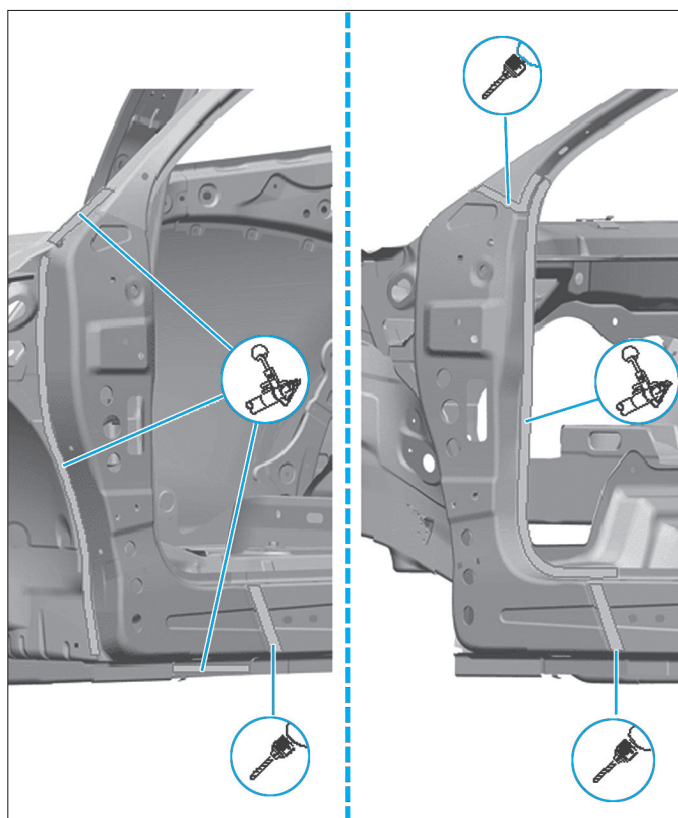

FIG. 48
- Dépointer et percer le renfort de montant A (Fig.48).